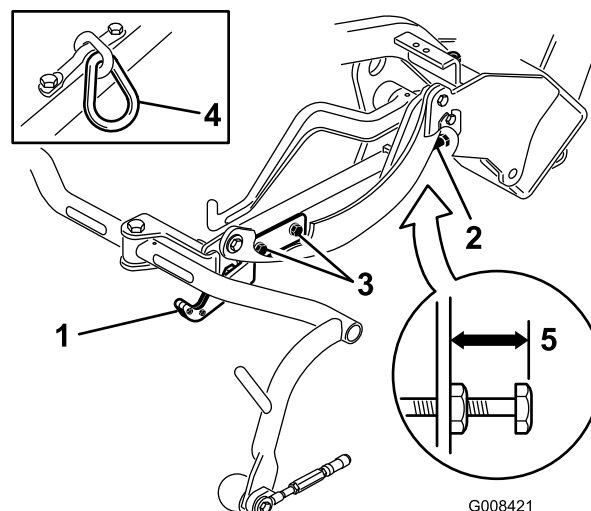
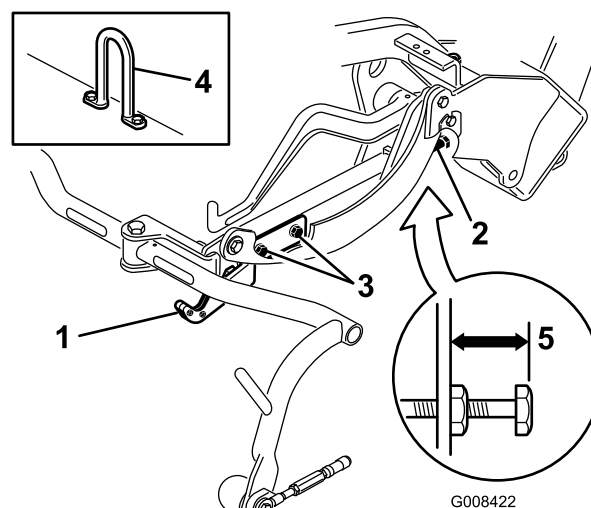
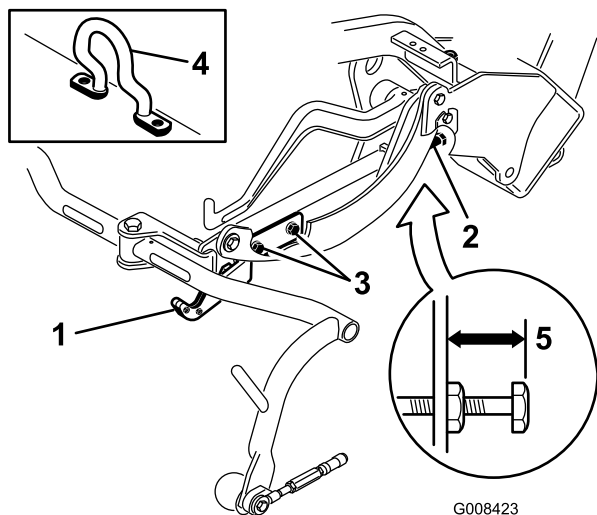

Figura 13
Figura 14
Figura 15
Compruebe la altura de transporte (Figura 13 y Figura 14) y ajústela, si es necesario.
2. En unidades de corte equipadas con un gancho de elevación con eslabón de cadena o recto (Figura 13 y Figura 14) compruebe que la distancia entre la parte superior del tornillo de ajuste del bastidor de tiro y el borde trasero del bastidor de tiro es de 22 mm. Si la distancia no es de 22 mm, continúe con el paso 4.
Si la unidad de corte está equipada con un gancho de elevación acodado, (Figura 15), continúe con el paso siguiente.
3. En unidades de corte equipadas con un gancho de elevación acodado (Figura 15, detalle) compruebe que la distancia entre la parte superior del tornillo de ajuste del bastidor de tiro y el borde trasero del bastidor de tiro es de 25 mm. Si la distancia no es de 25 mm, continúe con el paso 4.
- Afloje los tornillos de montaje de la pletina de transporte (Figura 13, Figura 14 y Figura 15).
- Si los bastidores de tiro no están a la misma altura, afloje la contratuerca del tornillo de ajuste del bastidor de tiro (Fig.Figura 13, Figura 14 y Figura 15). Gire el tornillo hacia fuera para elevar y hacia dentro para bajar. Apriete la contratuerca después de obtener la altura correcta.